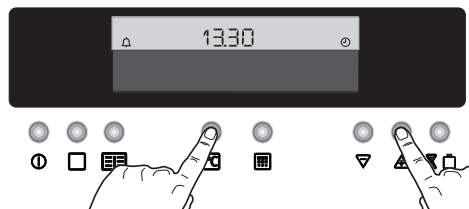

Fig. 18
1. Appuyez sur les touches  et  pendant 2 secondes environ (Fig. 18). Le système émettra un bref signal sonore.